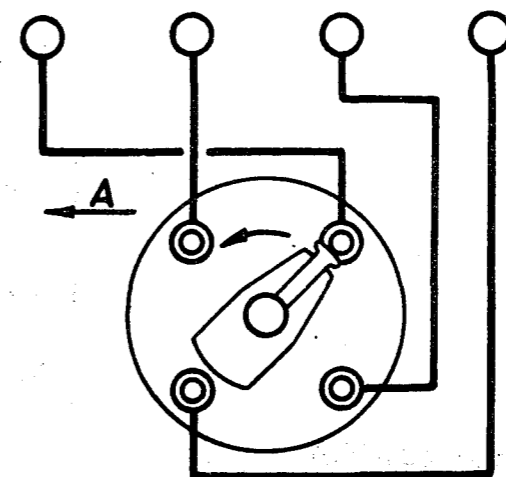

Рис. 227. Порядок присоединения проводов к свечам от распределителя зажигания:
10. Проверить правильность присоединения проводов от свечей, начиная с первого цилиндра. Провода должны быть присоединены в порядке 1, 2, 4, 3, считая против часовой стрелки (рис. 227).